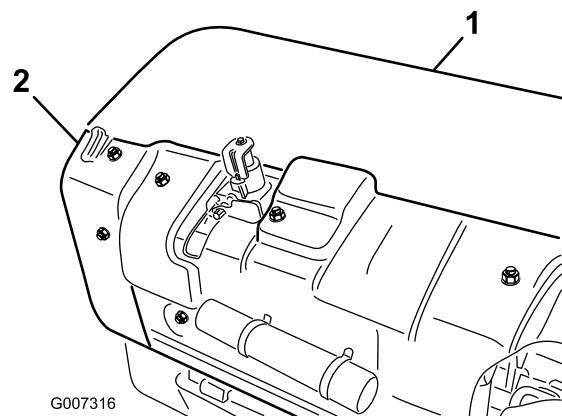

Figura 36
1. Retire la tapa del cabezal de perforación trasero (Figura 36).
- Retire las tuercas de montaje del protector de la polea, y retire el protector (Figura 36).